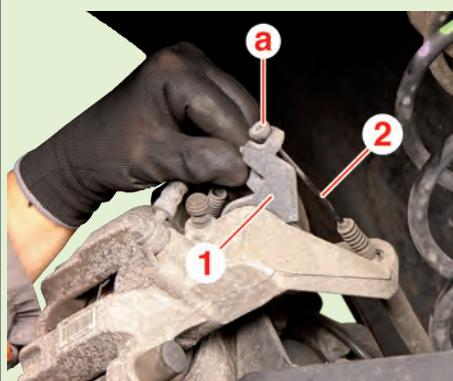

Fig.1
- Pousser le levier (1) pour dégager l'embout (a) du câble de frein de stationnement (2) (Fig.1).